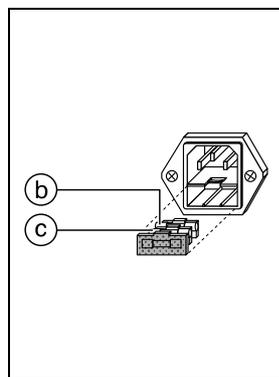

Fig. 2.2
Defekte Sicherung ② durch neue, auf richtigen Sicherungswert überprüfte Sicherung ③ ersetzen (Fig. 2.2).
Replace the defective fuse ② with a new one; check the new fuse ③ to be sure it has the correct value (Fig. 2.2).